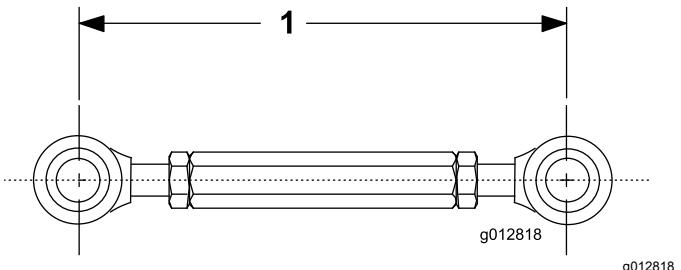

図 9
4. ねじ山付きリンクの長さを $190\text{mm}$  にセットしてジャムナットを締めつける図 9。